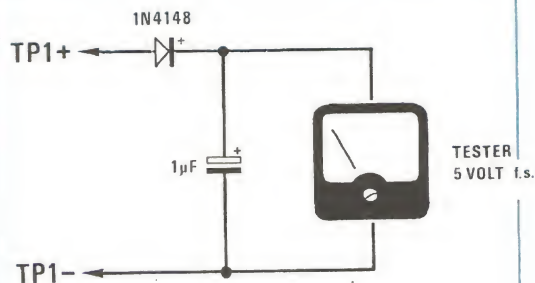

Fig. 4 Se non disponete di un oscilloscopio con questa semplice sonda potrete ugualmente tarare alla perfezione la vostra interfaccia « cassette ».
2) Collegate sul **terminali TP1** il vostro oscilloscopio oppure, se non disponete di oscilloscopio, realizzatevi la piccola sonda visibile in fig. 4 ed inseritela sempre su questi terminali applicandogli in uscita il vostro tester commutato sulla portata 5 volt fondo scala.
9) Se al posto dell'oscilloscopio avete collegato sui terminali **TP1** la sonda di fig. 4 con il tester commutato sulla portata 5 volt fondo scala, noterete che quando il diodo led è spento la lancetta dello strumento vi indicherà il massimo di tensione (vedi fig. 9), viceversa non appena il diodo led si accende la tensione tenderà a diminuire e la lancetta si posizionerà all'incirca a centro scala.